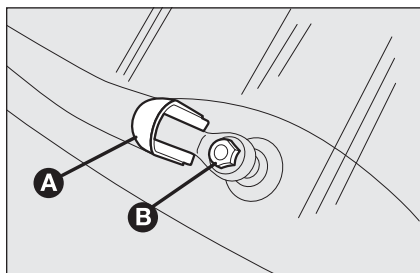

fig. 17
- soulever la couverture **A**-fig. 17 et démonter le bras de la voiture, en dévissant l'écrou **B** qui le fixe au pion de rotation;